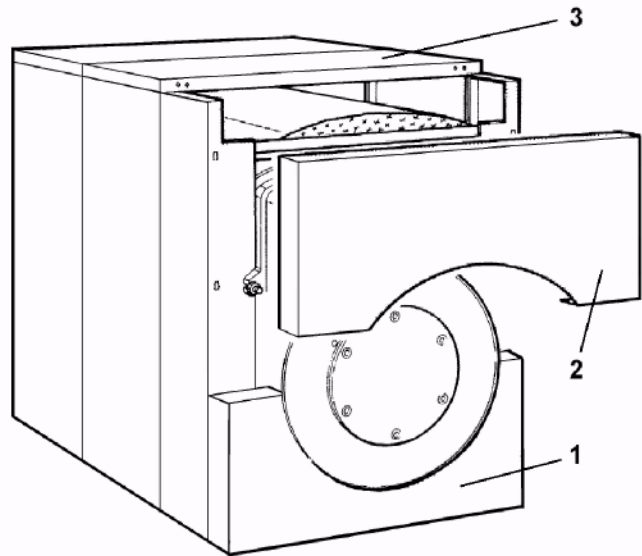

Рис. 9
7. Прикрепите нижнюю панель 1, прикрепите верхнюю панель 2, прикрепите обшивку 3, согласно длине котла. (см. табл. 1, пункт С ) Рис.9